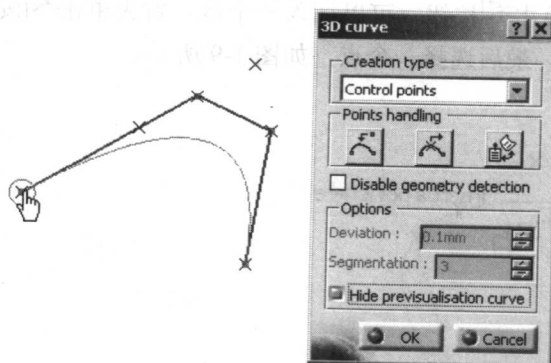

图 1-5
- **Control points** 是选择一系列点作为样条线的控制点，如图 1-5 所示，所选择的点构成了一个多边形，决定了样条线的形状。